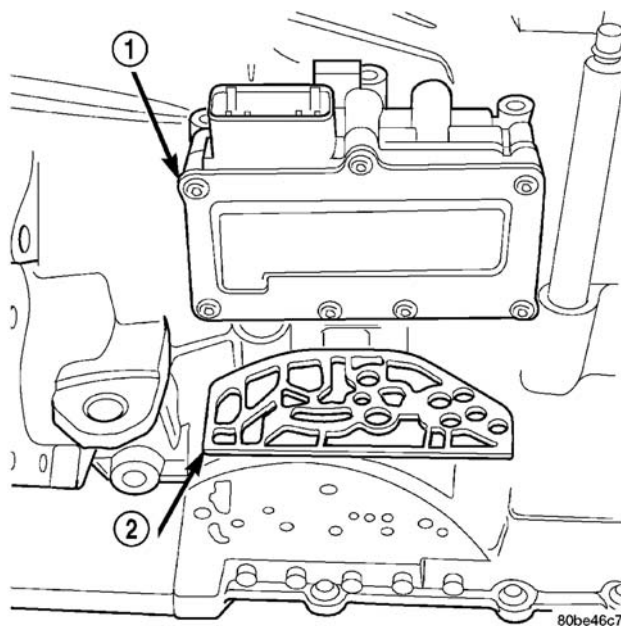

图 162 电磁线圈/压力开关组件和垫片
(67) 安装油盘与壳体连接螺栓并紧固至 $19\text{N}\cdot\text{m}$ (165in.lbs.) 的扭矩。
(68) 将电磁线圈/压力开关组件和垫片安装在壳体上 (图 162)。